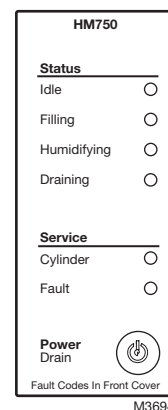

Fig. 10. Panneau de voyants DEL.
- Attendez entre 5 et 20 minutes avant que l'humidificateur commence à produire de la vapeur. Consultez le panneau de voyants DEL pour déterminer dans quel mode se trouve l'humidificateur (Fig. 10). S'il y a une demande d'humidification, le voyant DEL « Filling » s'allumera. Une fois rempli, l'humidificateur commencera à produire de la vapeur après 5 à 20 minutes et le voyant DEL « Humidifying » s'allumera. S'il n'y a pas de demande d'humidité, le voyant DEL « Idle » s'allumera.